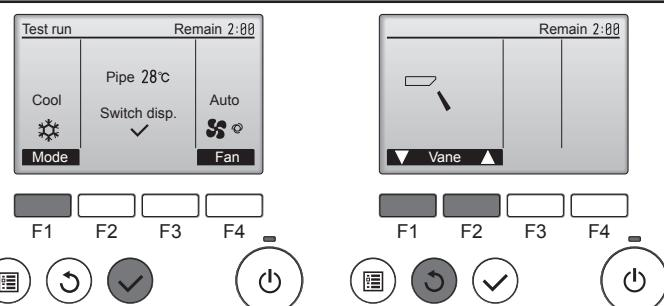

Fig. 9-5
- Нажмите кнопку [ВЫБОР] для отображения экрана работы жалюзи, затем нажмите кнопку [F1] и [F2] для проверки автоматического режима работы жалюзи. (Fig. 9-5)